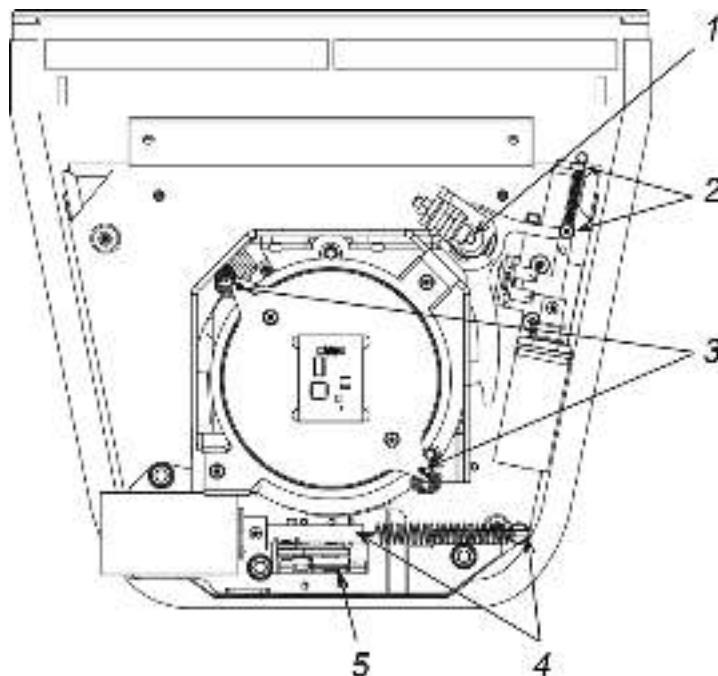

Рисунок 21. Техническое обслуживание механизма турникета
- Проверьте надежность крепления преграждающих планок (3) к маховику и при необходимости подтяните установочные винты крепления преграждающих планок.
- Снимите колпак турникета (1) с блоком индикации (2) согласно разд. 6.
- ось вращения рычага стопора (точка 1 на рис. 21) – смазкой **Chain and Rope Lube Spray – WEICON** или другой с аналогичными свойствами;
- места крепления пружин (точки 2, 3, 4 на рис. 21) – молибденовой смазкой;
- детали механизма аварийного открытия прохода (автоматического опускания преграждающей планки «Антитанки», точка 5 на рис. 21) – смазкой **Chain and Rope Lube Spray - WEICON** или другой с аналогичными свойствами.
8. Проверьте надежность крепления кабелей в клеммных колодках платы интерфейса (10) и платы управления (9). При необходимости подтяните отверткой винты крепления кабелей.
10. Вставьте нижнюю часть зацепов колпака турникета в пазы корпуса (6) и опустите на половину высоты. Подключите кабель индикации (8) к блоку индикации турникета и к разъему **X8 (INDICATION)** платы интерфейса и опустите колпак до упора. При опускании колпака проследите, чтобы кабель индикации (8) складывался вперед и не защемлялся элементами конструкции. Зафиксируйте колпак винтами в нижней части корпуса.
11. Установите маховик (4) с преграждающими планками (3) в следующем порядке:
- Зафиксируйте маховик тремя винтами (5), установив под головку каждого винта пружинную шайбу. на резьбу винтов перед вкручиванием для надежной фиксации нанесите клей-герметик.